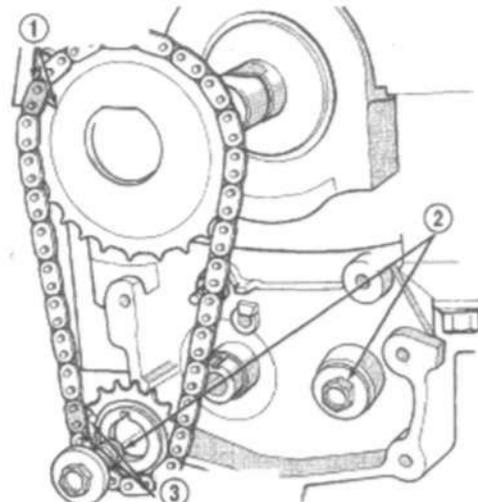

Рис. 114 Приводная цепь и звездочки
- (5) Снять шестерню балансировочного вала, винты крепления звездочки цепи и звездочку цепи коленвала. Снять цепь и звездочку в сборе (Рис.114). При помощи двух брусков подвигать звездочку вперед и назад так, чтобы она сдвинулась с вала.